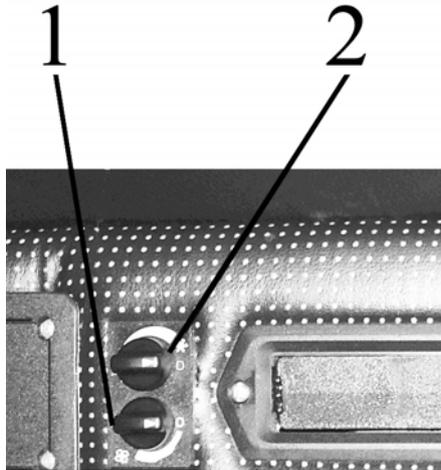

Рисунок 2.7 – Органы управления системой кондиционирования воздуха и отопления кабины
Пульт управления климатической установкой находится в центре верхней панели кабины. На пульте управления находятся переключатели 1 и 2 (рисунок 2.7).
- повернуть выключатель 2 (рисунок 2.7) по часовой стрелке на 180° до начала шкалы голубого цвета;
ВНИМАНИЕ: ПРИ РАБОТЕ В РЕЖИМЕ ОТОПЛЕНИЯ ВЫКЛЮЧАТЕЛЬ 2 (РИСУНОК 2.7) ДОЛЖЕН БЫТЬ ПОЛНОСТЬЮ ВЫКЛЮЧЕН, ЧТОБЫ ИСКЛЮЧИТЬ ОДНОВРЕМЕННУЮ РАБОТУ СИСТЕМ ОХЛАЖДЕНИЯ И ОТОПЛЕНИЯ ВОЗДУХА.
Климатическая установка начинает функционировать в режиме кондиционирования при работающем двигателе, когда выключателем 1 (рисунок 2.7) установлены желаемые обороты вентилятора, а выключатель 2 установлен в начало шкалы голубого цвета.
Система кондиционирования может автоматически поддерживать заданную температуру, которая устанавливается поворотом выключателя 2 (рисунок 2.7), управляющего термостатом. При повороте по часовой стрелке температура понижается, против часовой стрелки – повышается. Защита от критических режимов обеспечивается датчиком давления и термостатом. Датчик отключает систему при чрезмерном (более 2,6±0,2 МПа) или недостаточном (менее 0,21±0,03 МПа) давлении. Термостат отключает систему при чрезмерном понижении температуры охлаждающей секции моноблока радиаторов. Производительность системы регулируется оборотами вентилятора и термостатом. Компрессор при этом может работать как постоянно, так и циклически.